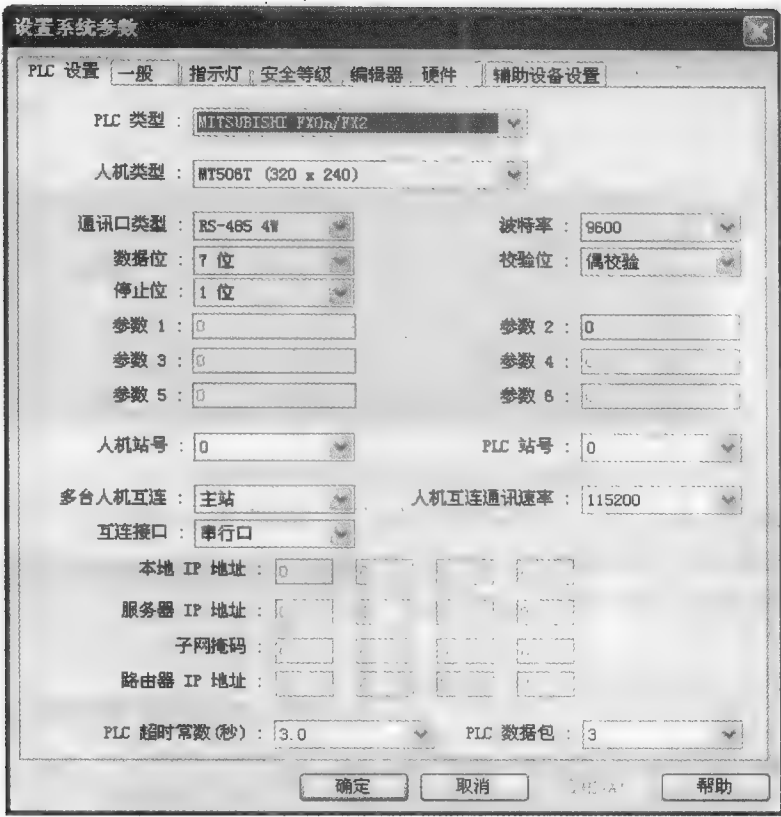

图 7-23 系统参数设置
(2) 系统参数设置 在制作控制画面前，需对系统的相关参数进行设置，单击“编辑”菜单下“系统设置”命令，进入系统参数设置窗口，如图 7-23 所示。